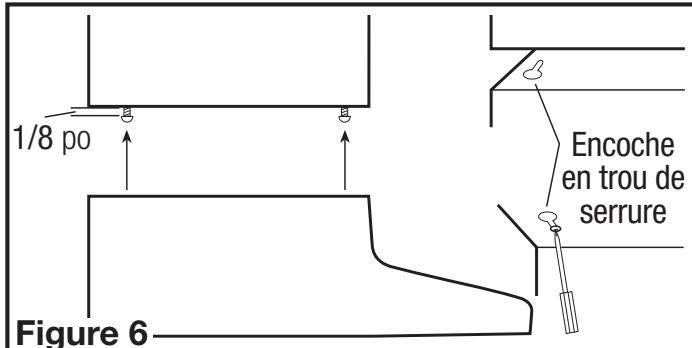

Figure 6
5. Installer les 4 vis de montage aux endroits marqués précédemment. Laisser un dégagement d'environ 0,33 cm (1/8 po). Glisser la hotte en place au travers des trous en poire et aligner le devant de la hotte pour qu'il soit à effleurement avec le devant des armoires. Visser fermement toutes les vis (Figure 6).